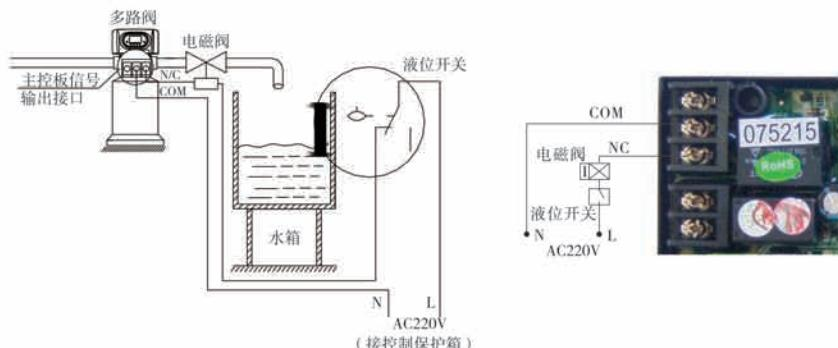

图3-1 控制出口电磁阀的接线图
①通过控制出口电磁阀来控制水箱液位
**应用说明：**当需要出水口在再生过程中无硬水流时（主要是旋转过程中无硬水流），可在出水口加装电磁阀，其接线方式如图3-1：